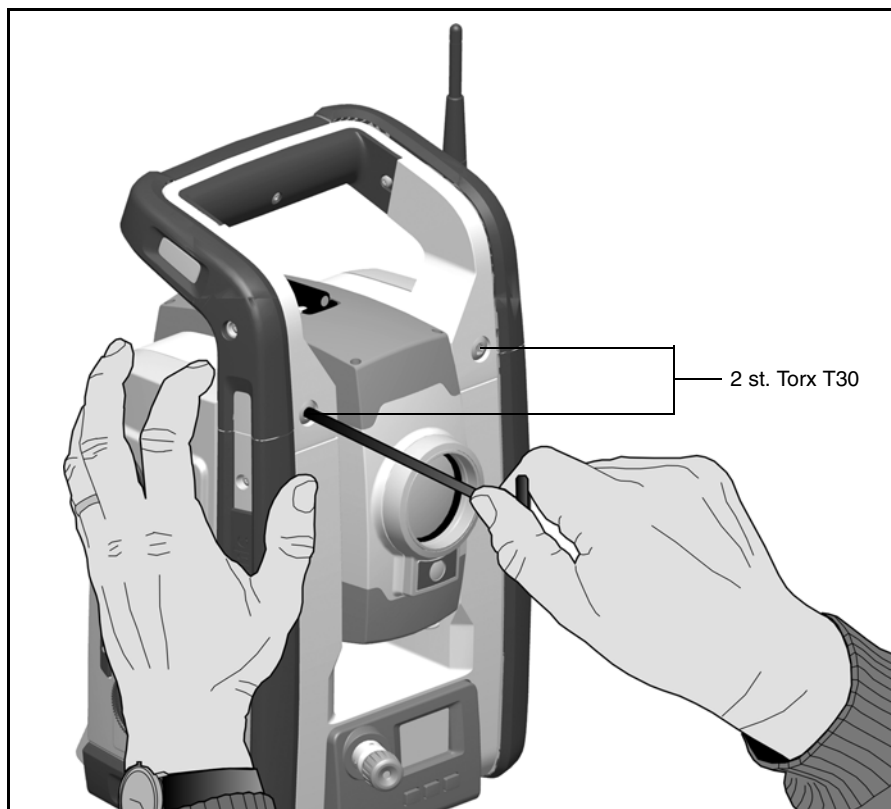
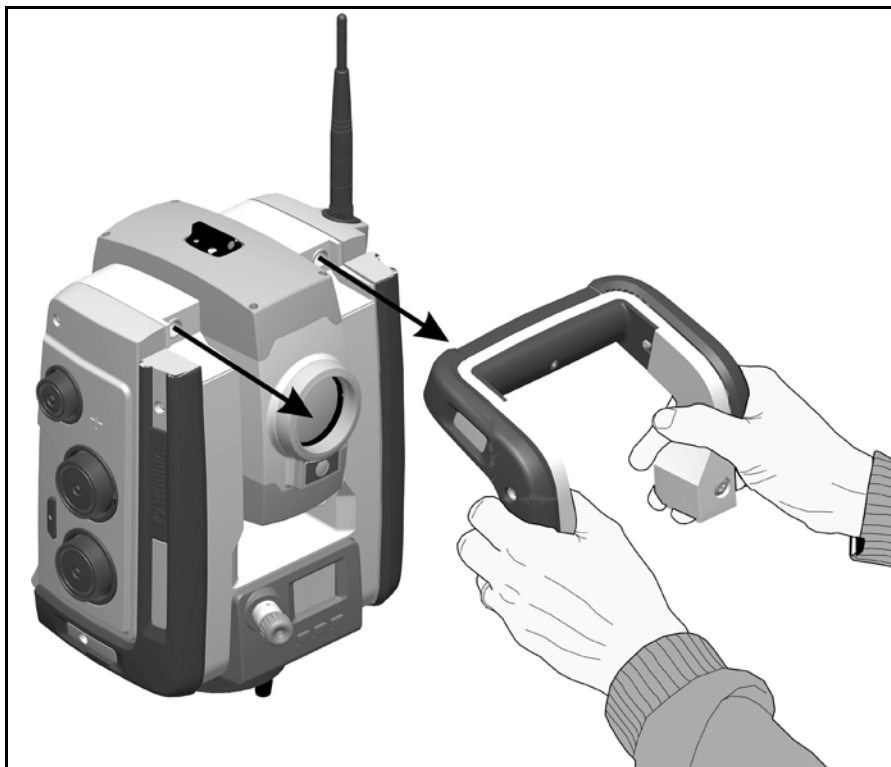

Bild 3.19 Ta loss instrumentets handtag
Bild 3.20 Ta loss instrumentets handtag
2. Drag handtaget horisontellt mot instrumentets framsida tills det lossnar. Se bild 3.19 och bild 3.20